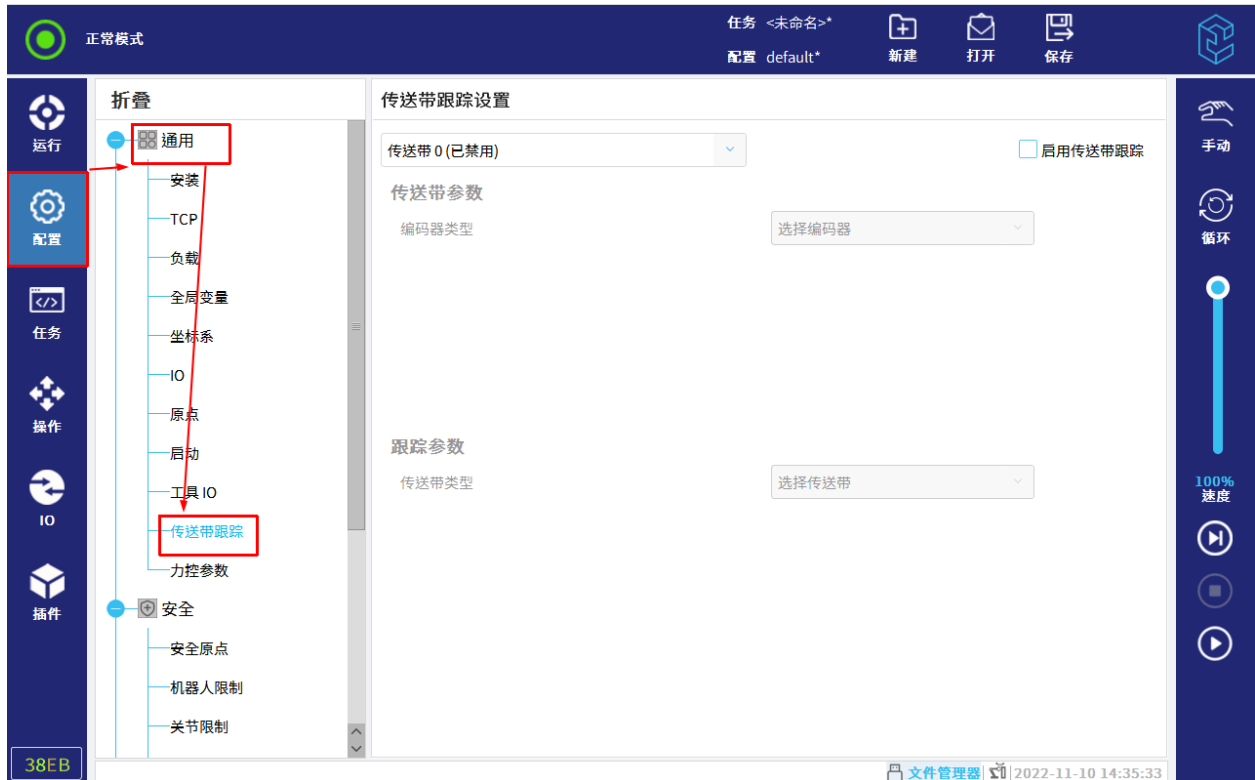

图 11-19 传送带跟踪
4. 选择“编码器计数可变”为“通用> 通讯> Modbus”中连接的 Modbus 从站，如图 11-19 所示。